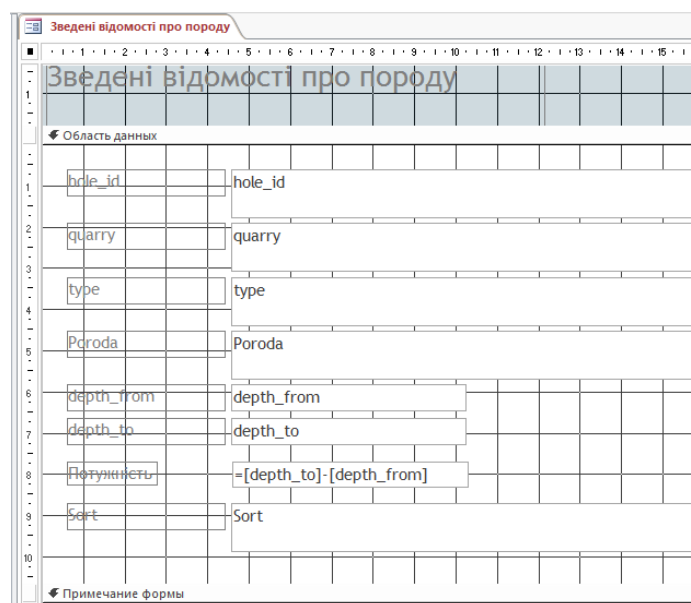

Рис. 22. Вікно макета форми з введеним обчислювальним полем
12. Закрити вікно властивостей поля. На екрані з'явиться форма, макет якої зображено на рис. 22.